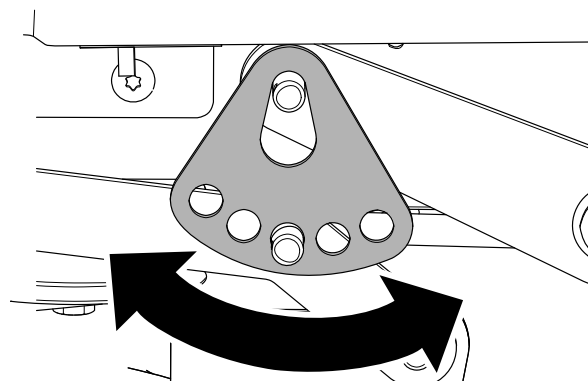

Figure 63
7. Tournez la plaque de hauteur de coupe à un trou différent pour que le poids du tablier de coupe soit soutenu après l'installation de la plaque (Figure 63).
8. Installez la rondelle et la goupille fendue (Figure 63).